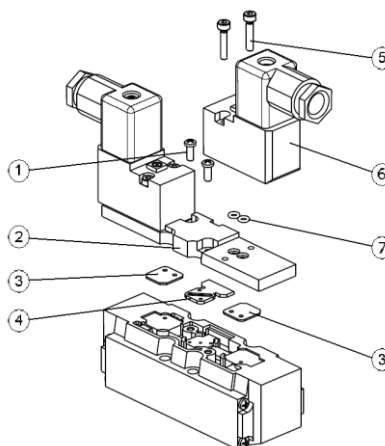

Figura 18
7.2.1 Sostituzione piastra di funzionamento (vedi Figura 18)
7.2.2 Sostituzione delle tenute (vedi Figura 18)
7.2.3. Sostituzione della valvola pilota (vedi figura 18)